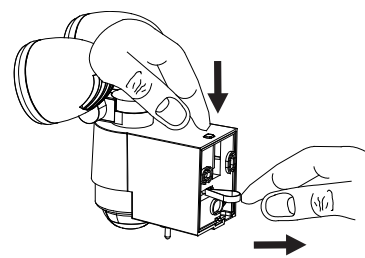

Bild 2
- Tryck på frigöringsknappen på ovansidan (Bild 2) och öppna höljet genom att dra i väggfästets klammer